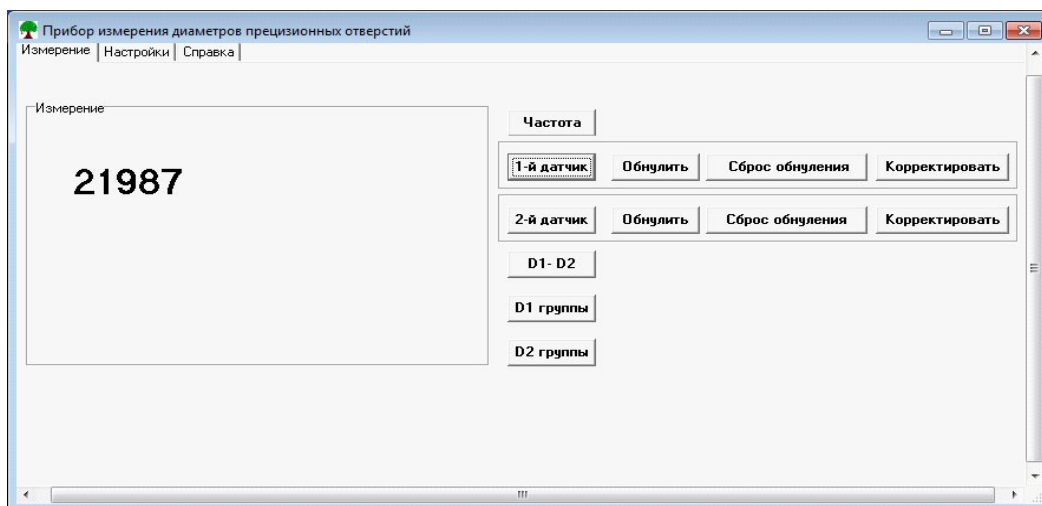

Рис.5.
- 1-й датчик – Рис.5 измерение первым датчиком геометрических размеров отверстия (вала), показания выводятся в микронах;